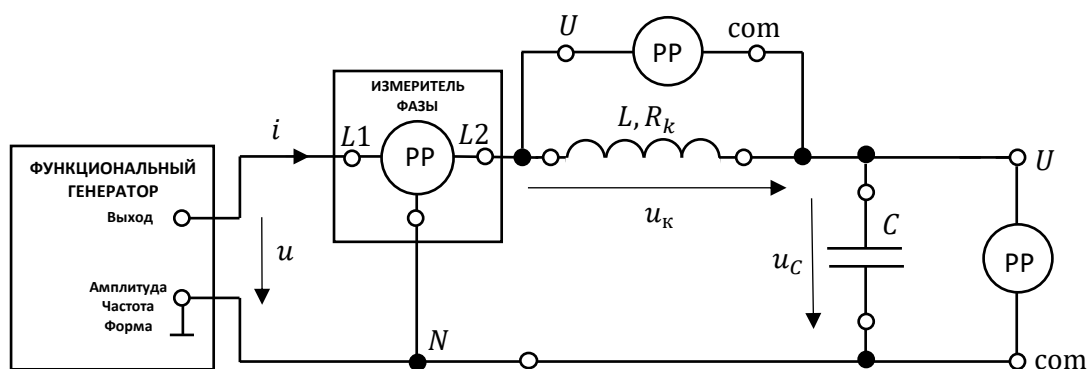

Рис. 2
- Собрать электрическую цепь по схеме, приведенной на рис. 2 протокола измерений. Тумблер модуля **ИЗМЕРИТЕЛЬ ФАЗЫ** установить в положение **Одноканал**. Для измерения действующих значений напряжений u_k и u_c включить мультиметры **РР**.